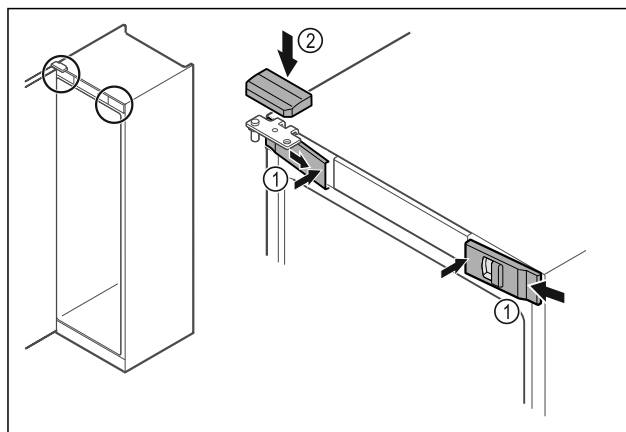

Fig. 53
- ▶ Skyv de fremre dekslene Fig. 53 (1) inn på siden, og smekk dem på plass på innsiden.
- ▶ Smekk det øvre dekselet Fig. 53 (2) på plass ovenfra.